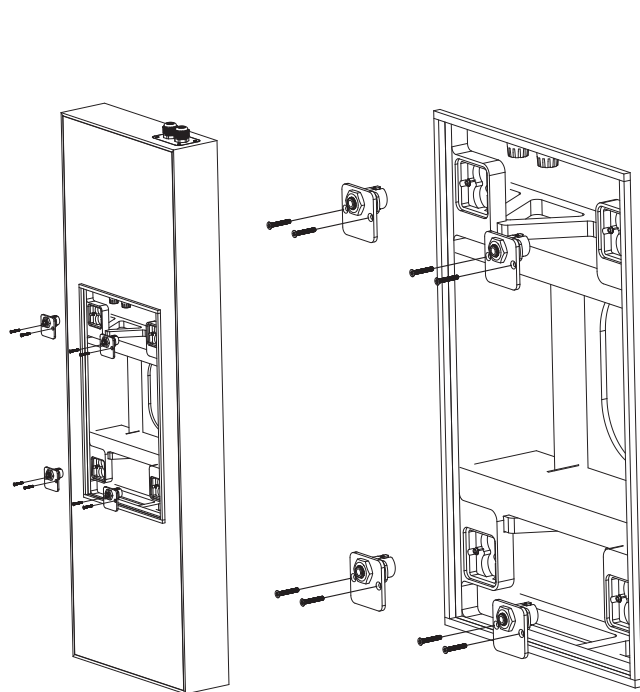

图 2b 如果 BACK CAN 安装时电缆入口在顶部, 则重新定向四个支架
6. 注意: 如果您安装后盖时, 电缆入口在顶部, 那么四个用于安装扬声器组件螺钉的小支架需要旋转 180 度。松开 2 个小螺钉, 然后重新调整每个小支架的方向 (图 2b)。